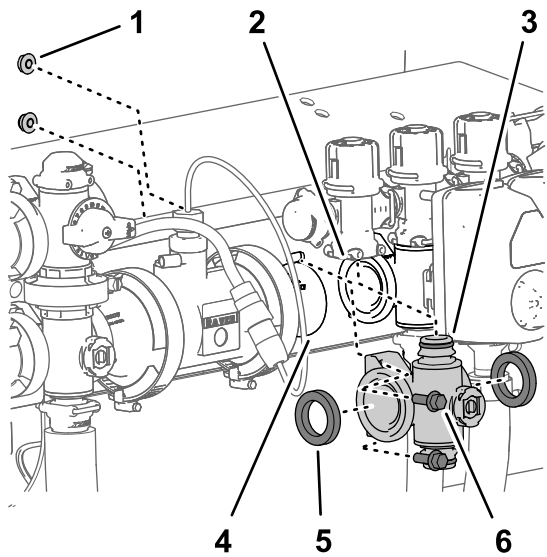
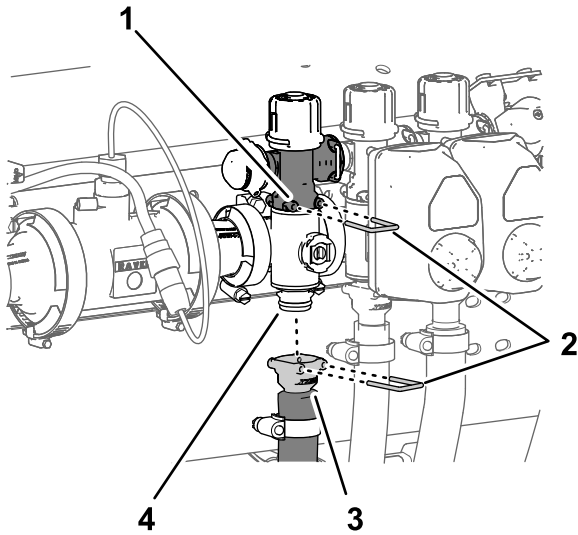

图 132
图 133
1. 将在拆下喷洒臂段歧管阀(页码 69)中卸下的 2 个垫片与喷洒臂段阀歧管的法兰对齐图 132。
2. 将喷洒臂段阀歧管的法兰放在其他喷洒臂段阀和/或耦合适配器的法兰之间图 132。
3. 用快速连接销将喷洒臂段歧管的快速连接接头安装到喷洒臂段旁通阀的快速断开槽内图 132和图 133。
5. 对于左或右喷洒臂段阀歧管使用在拆下喷洒臂段歧管阀 (页码 69)中卸下的 2 个凸缘头螺栓 1/4 x 3/4 英寸和凸缘锁紧螺母 1/4 英寸将喷洒臂段阀歧管安装到阀支架上图 132。
8. 用快速连接销将喷洒臂段软管的快速连接耦合器安装到喷洒臂段阀歧管的快速连接接头上图 133。